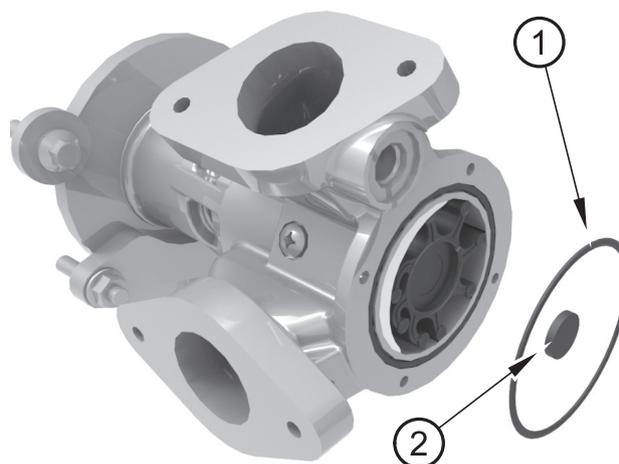

Figura 10
3. Prestare attenzione all'O-ring di tenuta (figura 10 voce 1).